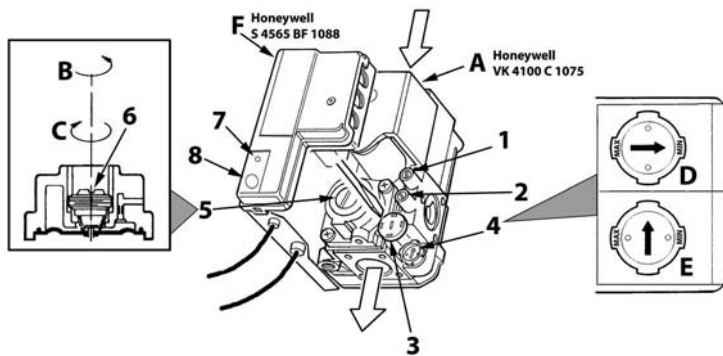

рис. 17 - Регулирование давления
На котле PEGASUS D можно регулировать тепловую производительность топки и, следовательно, тепловую мощность, передаваемую воде системы отопления; это делается исключительно путем регулировки основной горелки с помощью газового вентиля (см. рис. 17).
1. С помощью небольшой отвертки снимите защитный колпак 5 вторичного привода газового вентиля рис. 17.
1. Подключите манометр к клемме давления 2 (рис. 17), расположенной после газового вентиля, затем переведите ручку термостата котла на максимум.
2. Регулируйте давление с помощью винта 6 (рис. 17) на желаемое значение, руководствуясь диаграммами, приведенными в параграфе сар. 5.2.
2. Снимите с газового вентиля маленький защитный колпак 3 (рис. 17). С помощью маленькой отвертки регулируйте "СТУПЕНЬ" розжига на основании выбранного для работы газа (G20-G25 положение DRIS. 17 или G30-G31 положение E рис. 17); установите защитный колпак на место.
1. Спустите воздух из газопроводных труб через штуцер отбора давления 1 газового вентиля (рис. 17).